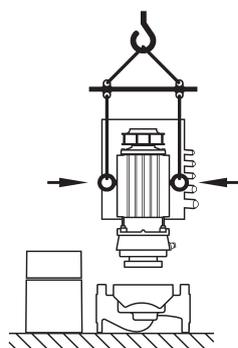

Fig. 25: Transport af indstikssættet
- Flyttes eller er transportringene flyttet fra motorflangen og monteret på motorhuset, så må de kun anvendes til at løfte og transportere indstikssættet (fig. 25) og ikke til transport af hele pumpen samt heller ikke til at skille indstikssættet fra pumpehuset (vær opmærksom på den tidligere afmontering og efterfølgende montering af afstandsholderne).